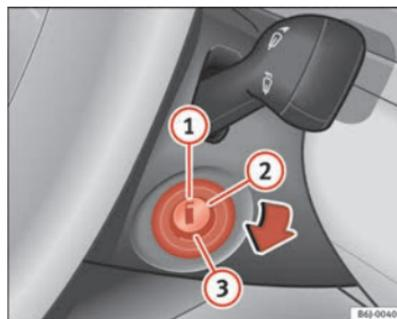

Abb. 95 Stellungen des Zündschlüssels
In dieser Stellung ⇒ Seite 140, Abb. 95 sind die Zündung und der Motor ausgeschaltet und die Lenkung kann gesperrt werden.
- Drehen Sie den Zündschlüssel in Stellung ⇒ Seite 140, Abb. 95 (2). Beim Vorglühen des Motors leuchtet die Kontrollleuchte  auf.
- Wenn die Kontrollleuchte ausgeht, drehen Sie den Zündschlüssel in Stellung (3) zum Anlassen des Motors - geben Sie kein Gas.
- Drehen Sie den Zündschlüssel in Stellung ⇒ Seite 140, Abb. 95
①.